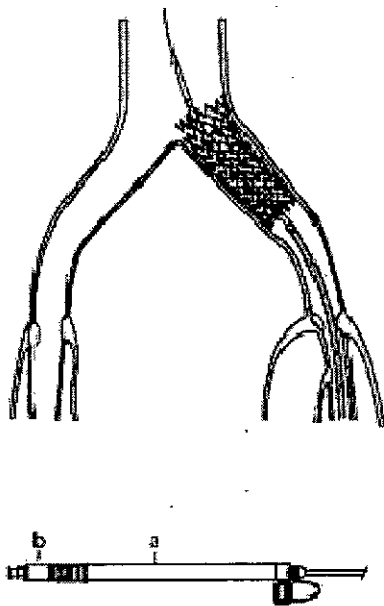

Fig. 8
6. El stent estará totalmente desplegado cuando el mango (a) llegue al conector (b). (Fig. 8)